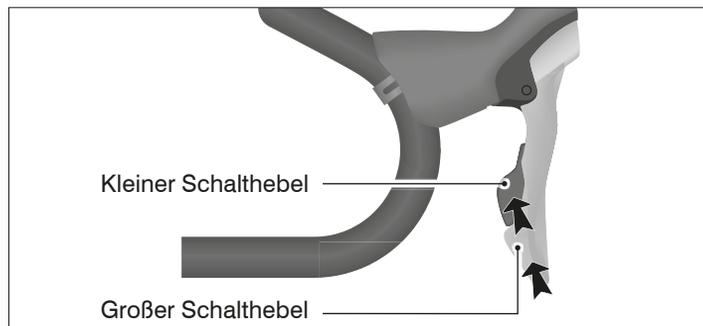

Abb.: B-11 Bedieneinheit auf der rechten Seite des Lenkers zum Schalten der Zahnkränze.
- Um am Zahnkranz einen Gang runterzuschalten, drücken Sie auf der rechten Seite des Lenkers den großen Schalthebel nach innen bis er das erste Mal einrastet (siehe *Abb.: B-11*).